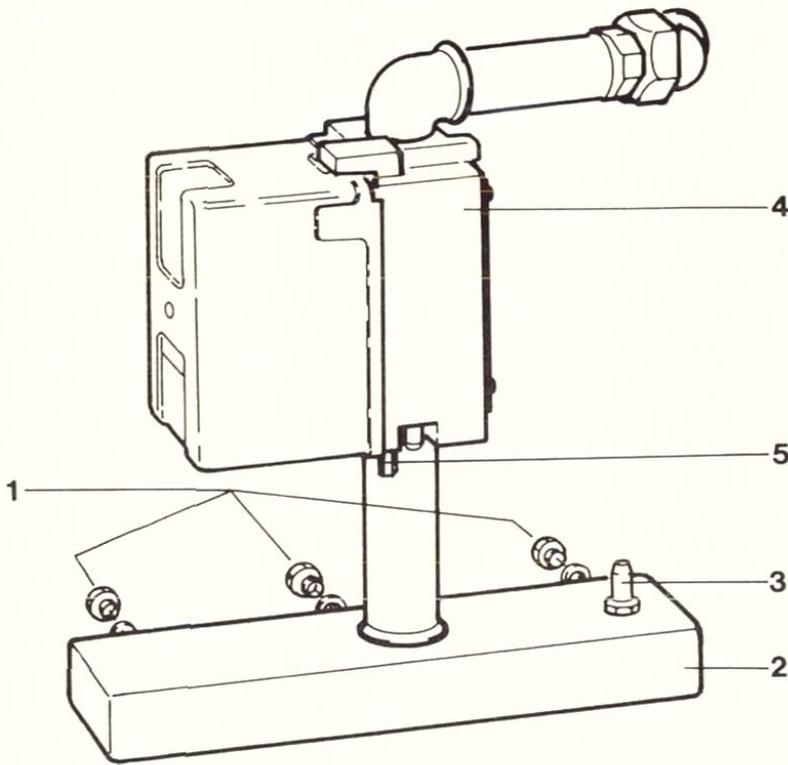

Abb. 19
Legende zu Abb. 19
- b) Brennerdüsen (1), Abb. 19, austauschen. Vorhandene Dichtungsringe sind mehrfach verwendbar. (Bei der Umstellung von Erdgas H auf Erdgas L ist ein Austausch des Druckreglers nicht erforderlich.)
- c) Am vorhandenen Druckregler (3) die Schrauben (1) lösen und herausdrehen. Den Druckregler (3) entfernen und den dem Umstellsatz beiliegenden Druckregler (2) aufsetzen und mit den Schrauben (1) befestigen.
- Bei VKS 11/1 EU bis VKS 29/1 EU ist der Austausch des Druckreglers nicht erforderlich. Es muß jedoch die Einschraubdüse (5) aus der Atmungsbohrung des Gasregelblockes herausgeschraubt werden (siehe Abb. 19).